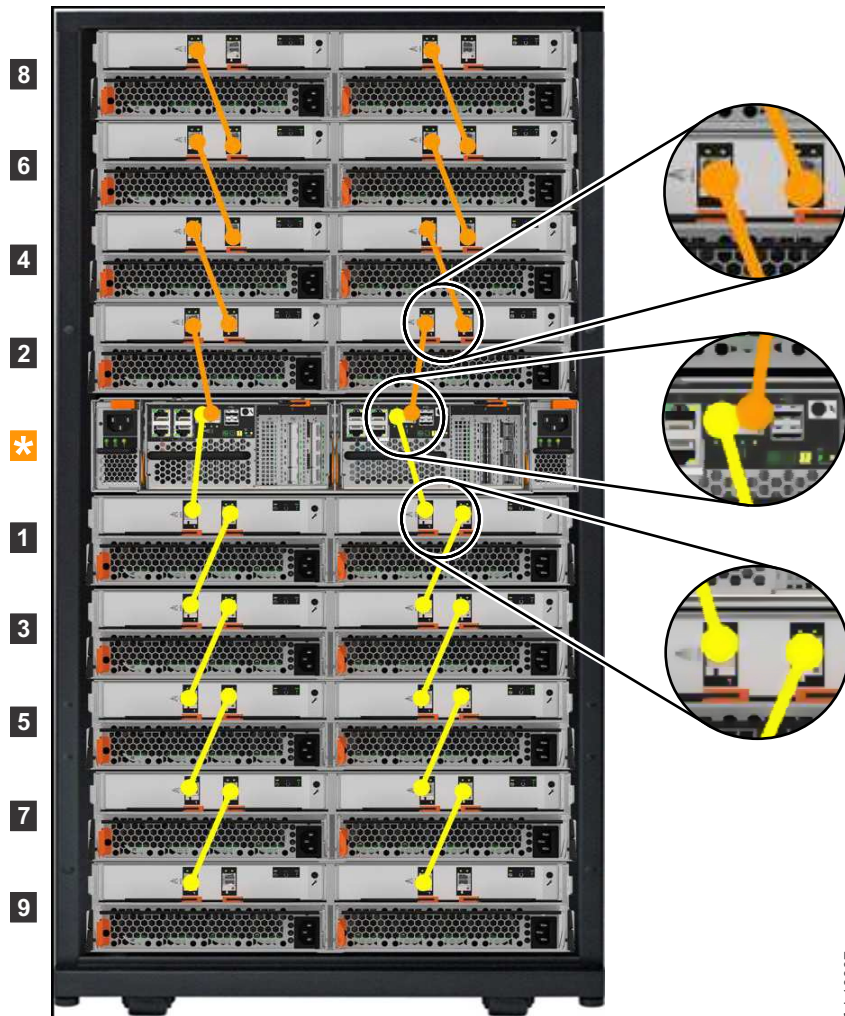

図 24. SAS ケーブルの接続
- ノード・キャニスターの SAS ポート 1 にチェーニングできる拡張エンクロージャーは 10 個までです。このチェーンの拡張エンクロージャーは、コントロール・エンクロージャーの下に取り付ける必要があります (30 ページの図 24 を参照)。
- ノード・キャニスターの SAS ポート 2 にチェーニングできる拡張エンクロージャーは 10 個までです。このチェーンの拡張エンクロージャーは、コントロール・エンクロージャーの上に取り付ける必要があります (30 ページの図 24 を参照)。